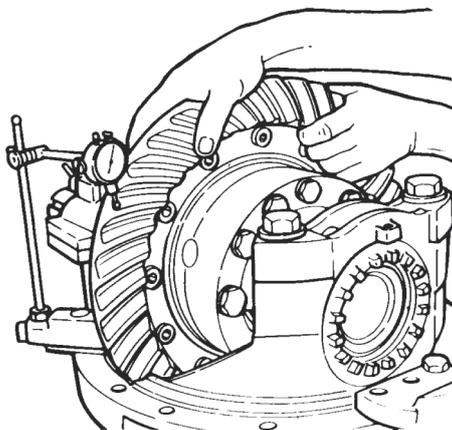

Figura 93
- B- Apoie o ponteiro de um relógio comparador no dente da coroa (figura 93).